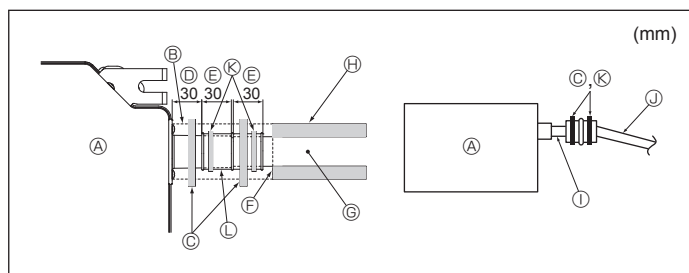

Fig. 6-2
1. Tilslut drænmuffen (følger med enheden) til drænporten. (Fig. 6-2) (Monter slangen ved hjælp af PVC-klæbemiddel, og fastgør den derefter med et bånd).